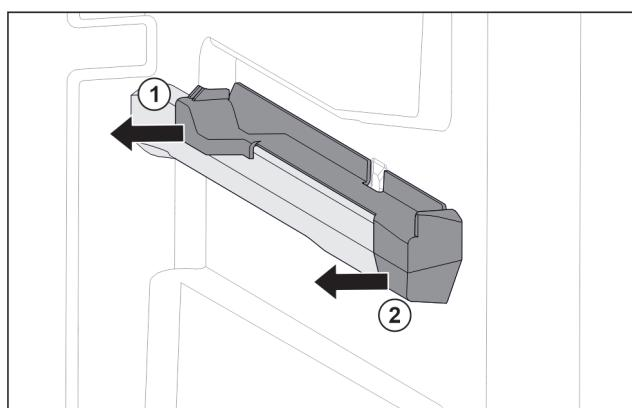

Fig. 118 Násuvný diel na pravom rebre nádoby
- Stiahnite násuvný diel vzadu do strany. Fig. 118 (1)
- Stiahnite násuvný diel vpredu do strany. Fig. 118 (2)